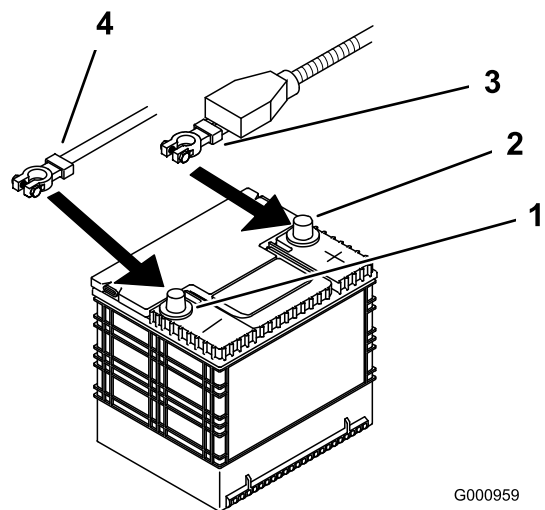

Figura 50
4. Primero desconecte el cable negativo del borne negativo (-) de la batería (Figura 50).
5. Retire la cubierta de goma roja del borne positivo (rojo) de la batería. Luego retire el cable positivo (rojo) de la batería (Figura 50).
1. Coloque la batería en la bandeja, con los bornes frente al depósito de aceite hidráulico (Figura 50).
4. Fije los cables con 2 pernos ($\frac{1}{4}$ " x $\frac{3}{4}$ "), 2 arandelas ($\frac{1}{4}$ "), y 2 contratueras ($\frac{1}{4}$ ") (Figura 50).